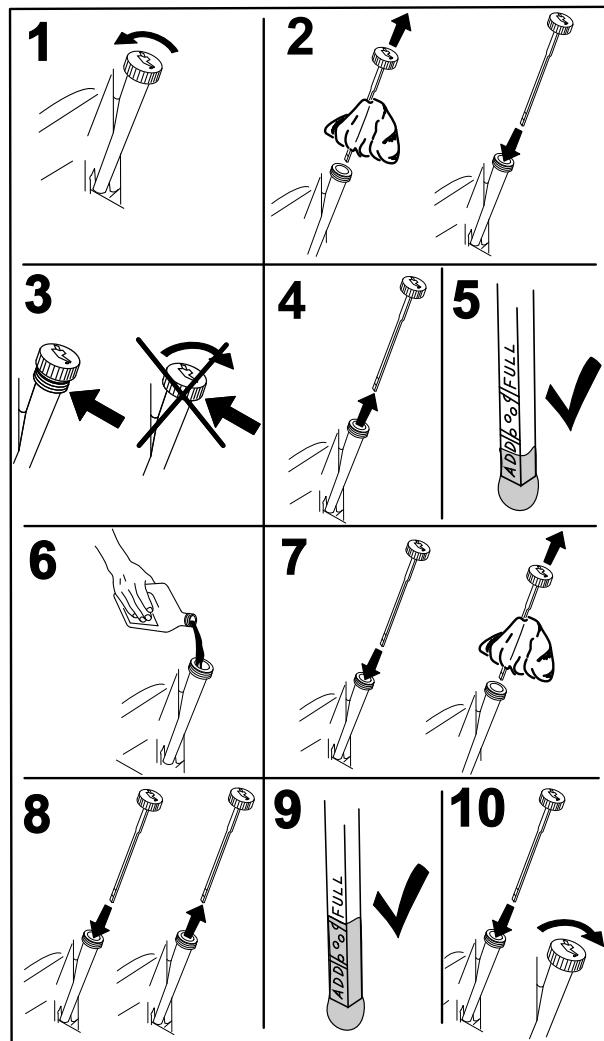

Figura 47
2. Pare el motor, retire la llave y espere a que se detengan todas las piezas en movimiento antes de abandonar el puesto del operador (Figura 47).